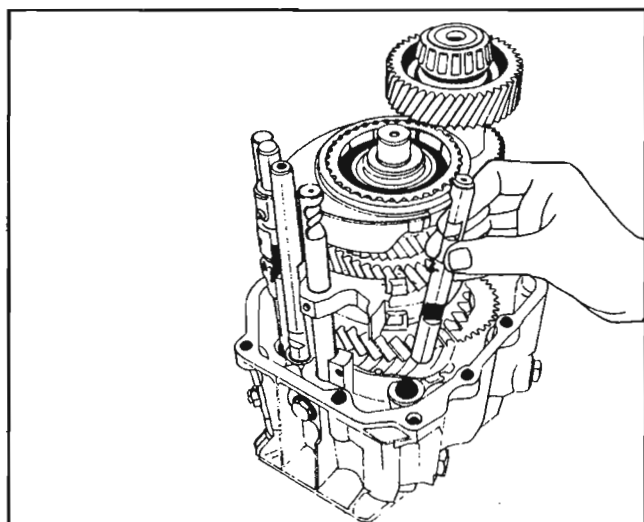

Fig. 98
Empuje la varilla de cambio de la marcha atrás (94) a través del agujero en la carcasa. *Fig. 98*